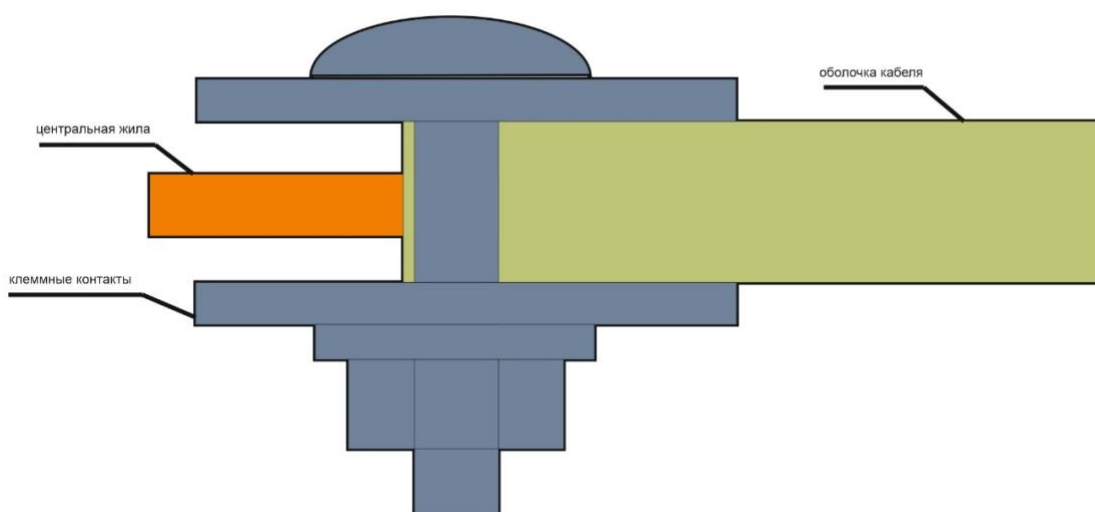

Рис.3 Зажатие оплетки провода
- Отсутствие контакта при целом проводе возможно при зажатии оплетки провода (Рис.3).